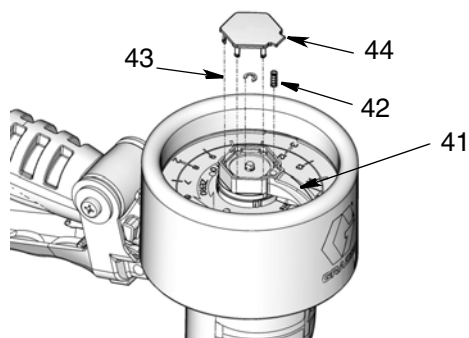

FIG. 14
2. Déposer le couvercle (44), le petit anneau de retenue (43), la goupille (41) de l'indicateur et le ressort (42) de l'indicateur (FIG. 14).